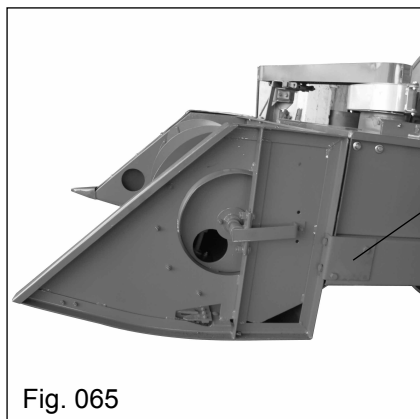

Fig. 065
f) Fixe os parafusos (Fig. 065 e 066) que prendem os dois lados inferiores da plataforma de capim na colhedora;